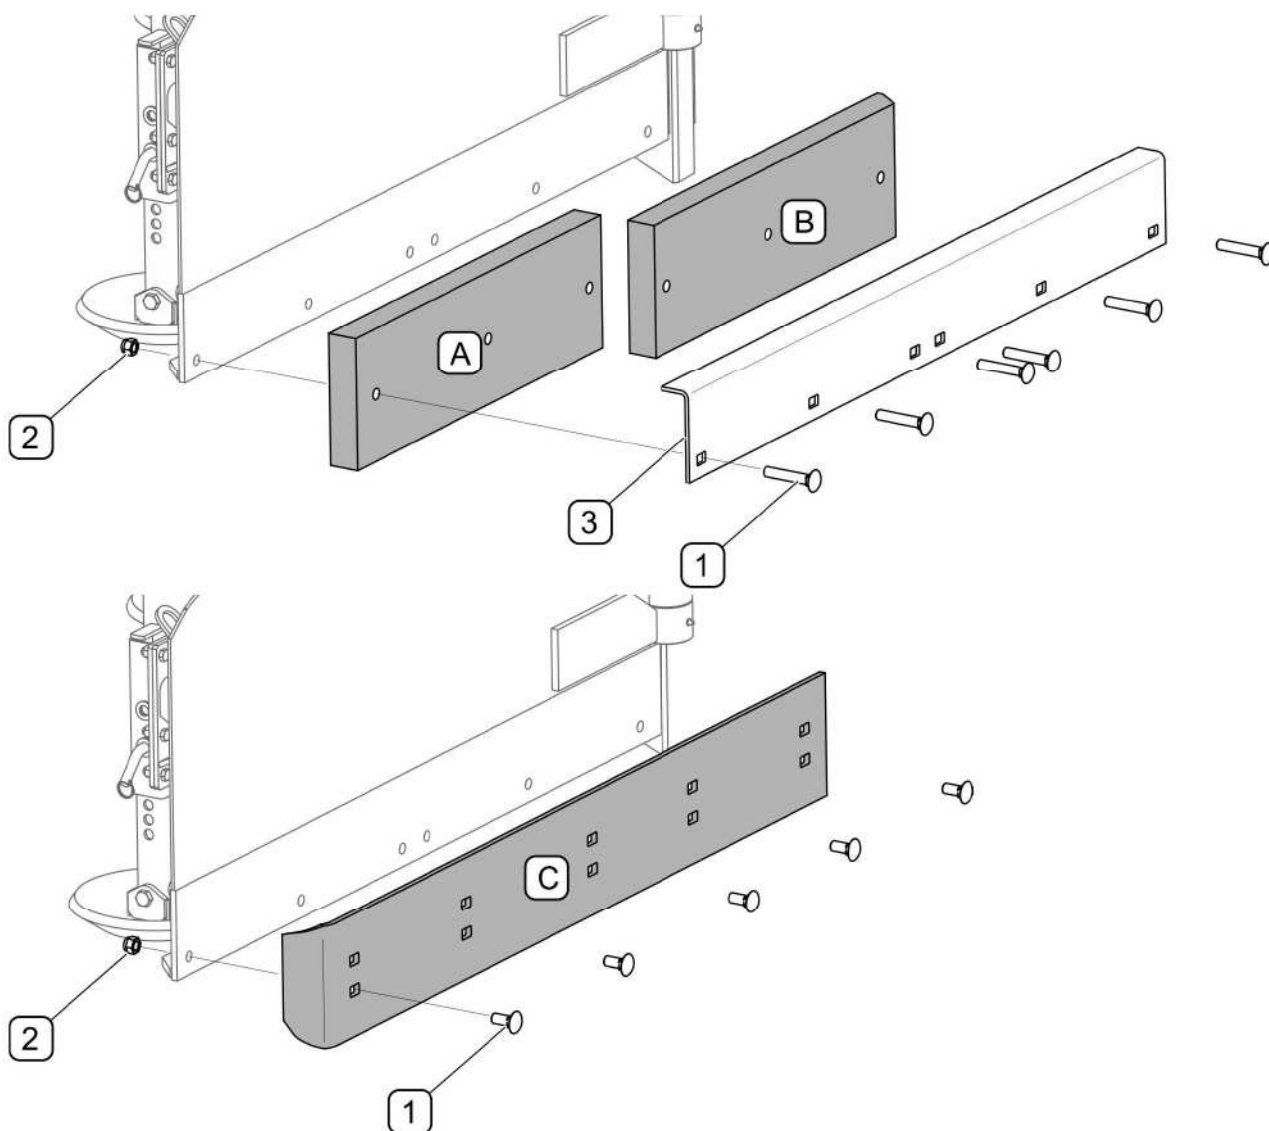

РИСУНОК 5.1 Замена нижней кромки отвала
Резиновая нижняя кромка отвала состоит из двух сегментов (А,В) (РИСУНОК 5.1). Для того, чтобы демонтировать сегменты кромки, нужно отвинтить гайки (2), вынуть болты (1) и снять прижимную планку (2). Монтаж производится в обратной очередности.